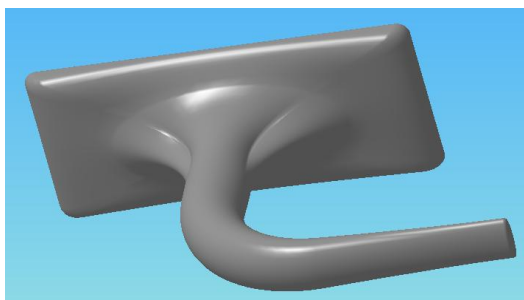

Рис.1 - Модель Ручки
1. Опрацювати операцію **По перерізах**, **По перерізах з осьовою лінією**, на прикладі моделі **Ручки** (розміри можуть бути довільні) (Рис.1).